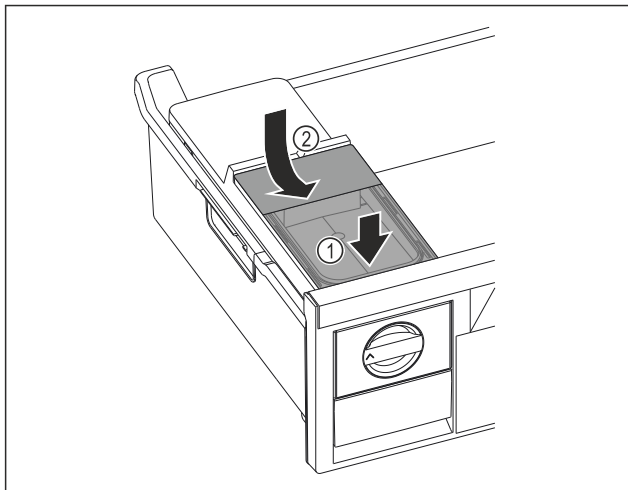

Fig. 157
- Nasadíte vpředu nádržku na vodu. Fig. 157 (1)
- Spustíte nádržku na vodu vzadu dolů. Fig. 157 (2)